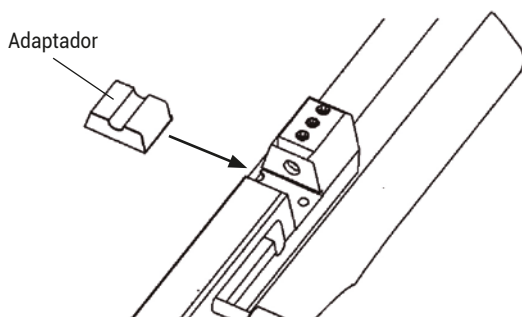

Fig. 7
- La boca de carga quedará al descubierto tal como se ve en la fig 7.
- Introduzca el adaptador en la boca de carga en el sentido que indica la flecha en la fig. 7.